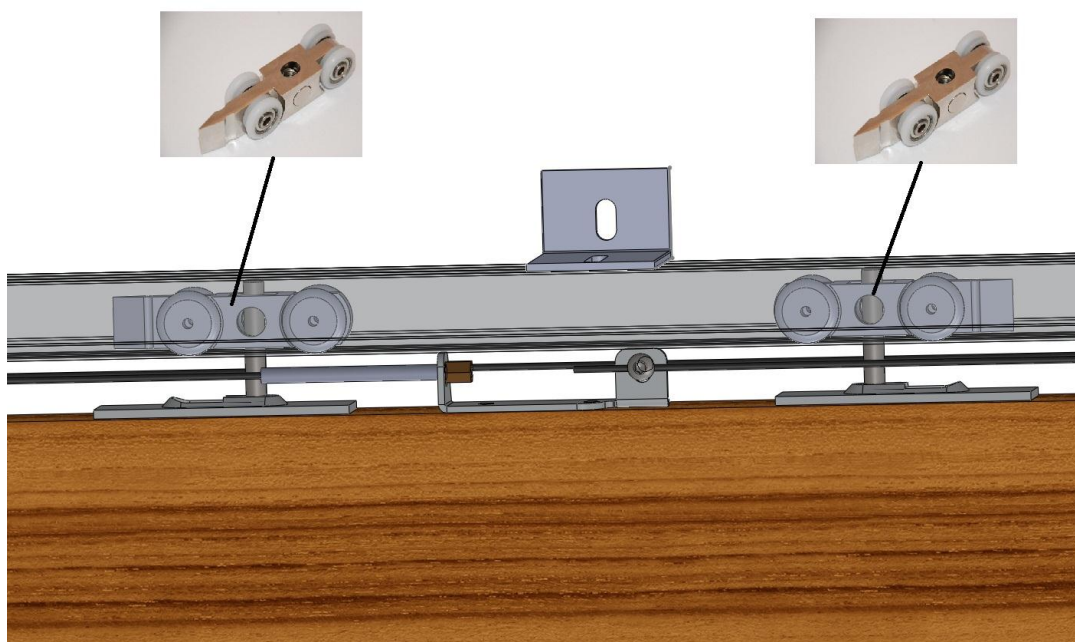

Рис.1
1. Вставляем во внутрь направляющей две каретки ,таким образом что бы клинья кареток смотрели в противоположные стороны. (см. рис.1)